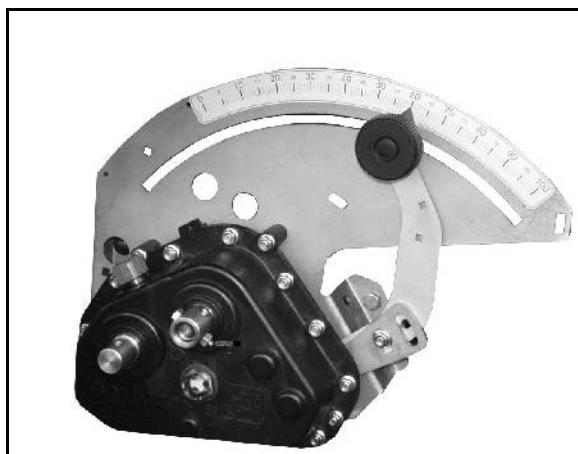

Рис. 85
- Уберите пружинный фиксатор (Рис. 85/2) (требуется только для закрытия заполненного семенного бункера заслонкой (Рис. 85/1)).